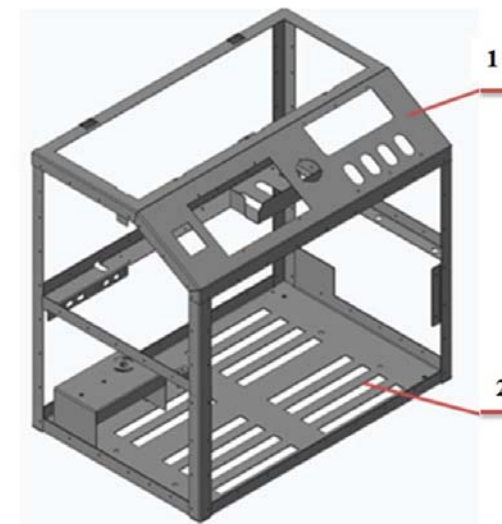
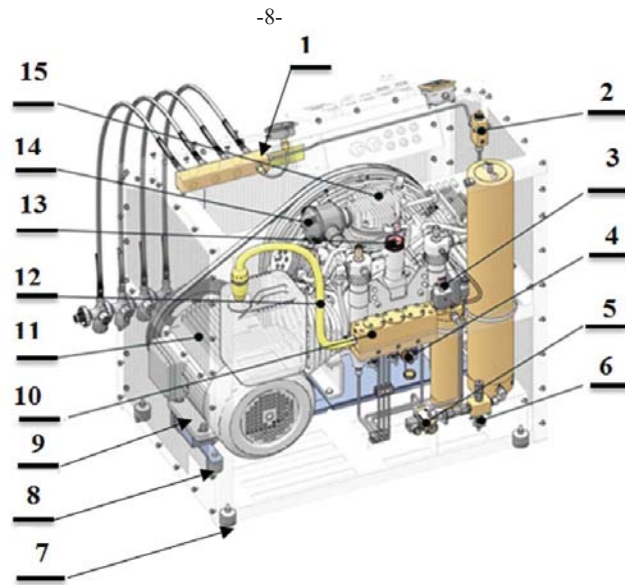

Рисунок 2 –Рама
Рисунок 3- Компрессор вид сзади (корпус не показан)
Рама (рисунок 2) – стальная сварная, окрашена порошковым покрытием, является несущей частью компрессора, к которому крепятся все основные его части.
В верхней части рамы 1 (рисунок 2) крепятся детали блока управления и контроля, а также заправочные рукава.
В нижней части рамы 2 крепятся компрессорный блок, детали привода и блока осушки и очистки воздуха, а также установлены четыре виброгасящие резинометаллические опоры 7 (рисунок 3).
Основание 9 (рисунок 3) - стальное сварное, окрашено порошковым покрытием. Крепится к раме в нижней его части 2 (рисунок 2) болтами через резинометаллические подушки 8 (рисунок 3) и предназначено для гашения колебаний компрессорного блока и электродвигателя при их работе.
Блок компрессорный 15 (рисунок 3) предназначен для сжатия воздуха до рабочего давления 30 МПа и имеет 3-х ступенчатую конструкцию с тремя цилиндрами. Блок жестко закреплен на основании 4-мя болтами. Блок компрессорный (приложение Г) состоит из картера 22, кривошипно-шатунного и клапанного механизмов, систем охлаждения сжимаемого воздуха и комбинированной системы смазки.
- устройство автоматического отключения компрессора при достижении конечного давления 5 (рисунок 2);
- клапан поддержания давления 2 (рисунок 3);
- клапан сброса давления 6 (рисунок 3) из фильтра тонкой очистки воздуха;